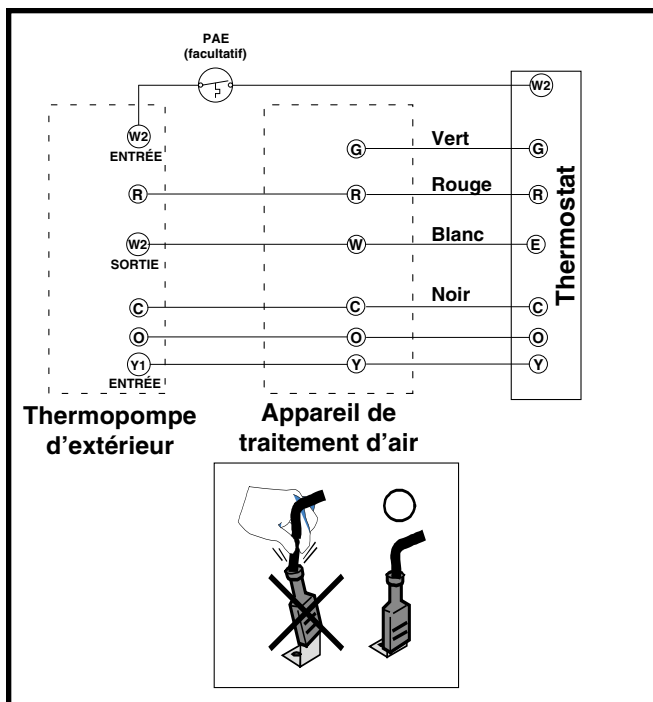

Figure 4. Raccordements de thermostat typiques
- Les branchements du thermostat doivent être effectués conformément aux directives qui accompagnent le thermostat et l'équipement intérieur. Une installation résidentielle typique avec thermostat de thermopompe et appareil de traitement d'air est montrée à la Figure 4.